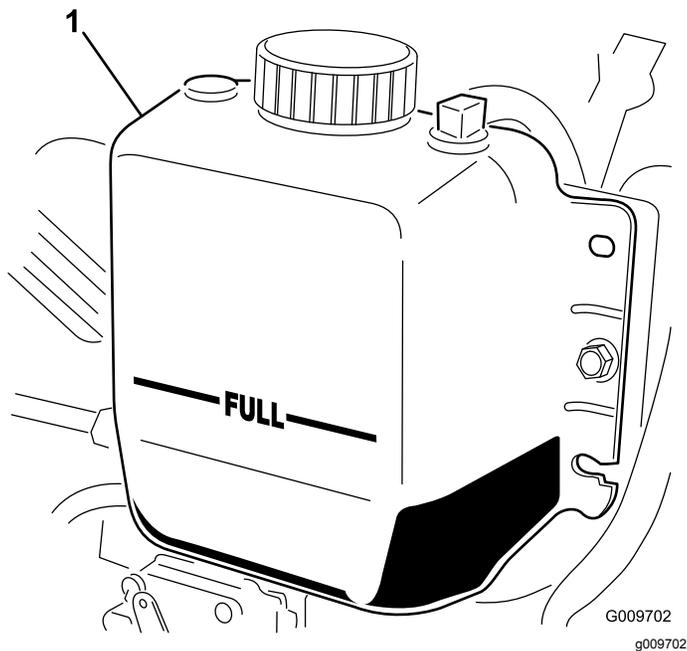

Figura 17
2. Compruebe el nivel de refrigerante del radiador. El radiador debe llenarse hasta la parte superior del cuello de llenado, y el depósito de expansión debe llenarse hasta la marca FULL (lleno) (Figura 17).